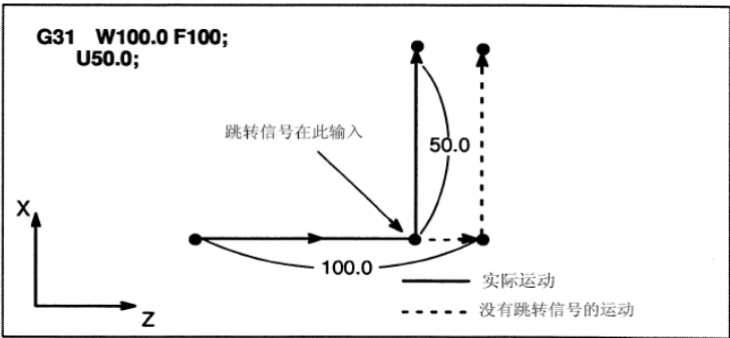

图 3-13
- 1. G31 的下一个程序段是增量坐标编程, 见图 3-13